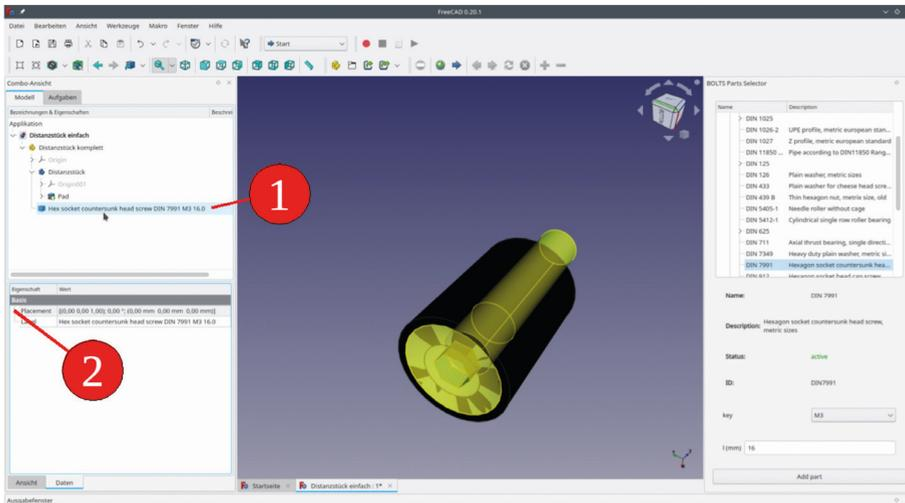

Bild 4-12
- Danach erscheint die Schraube in der Baumansicht als in "Distanzstück komplett" eingebetteter Körper (Bild 4-12). In der Eigenschaftsliste lediglich Parameter für das Placement angezeigt.